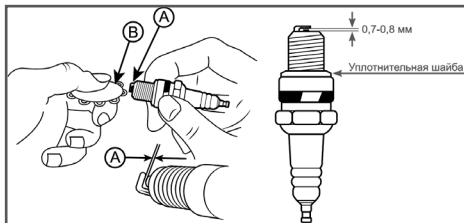

Рис. 23 Зазор между электродами свечи зажигания
4. Измерьте зазор А между электродами свечи зажигания специальным щупом В (Рис. 23). Зазор должен быть 0,7-0,8 мм (Рис. 23). При увели-